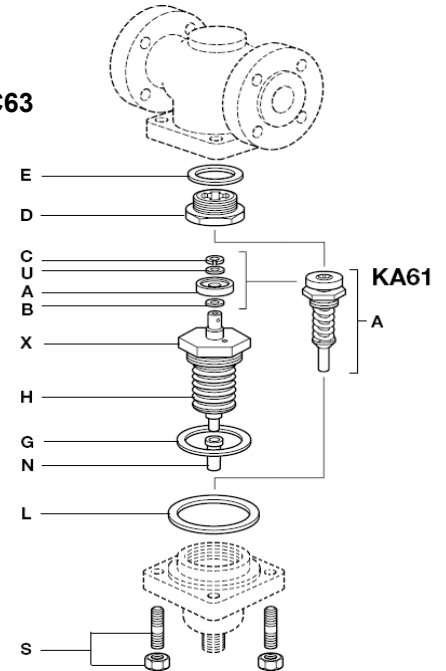

Fig. 9
**4.5 KA61, KA63 en KC63 kleppen (zie fig. 9)**